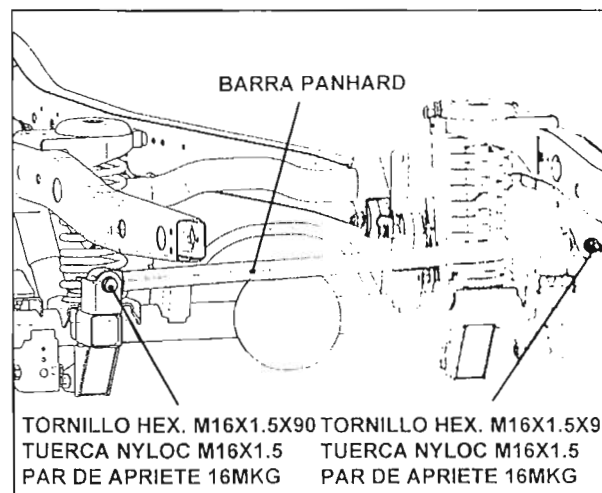

Fig.36 – Instalación de la barra panhard
- Instale la barra panhard en su posición y apriete los tornillos a un par de apriete de 16mkg (Fig.36)